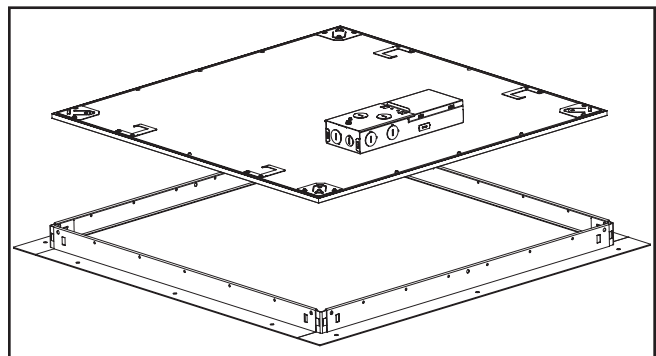

Figure 1.
1. Installez le luminaire dans la trousse de cadre anti-vandalisme. (figure 1.)